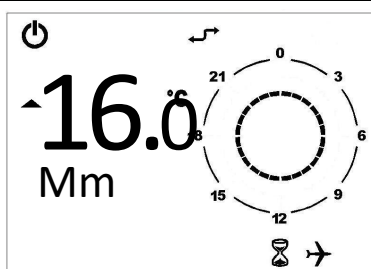

Рисунок 9 – Выключение на заданное время
- Выключение на заданное время (отпускная программа): совместное присутствие на дисплее символов клепсидры и самолета (Рисунок 9).
Для активации принудительной автоматической работы достаточно нажать кнопки ▲  и ▼  и задать требуемую температуру (в примере 20°C). На дисплее появятся символы "автоматический" и "ручной" (Рисунок 9).
4. В течение всего периода на дисплее будет показываться время до окончания заданной функции (смотри Рисунок 9 на странице 18).